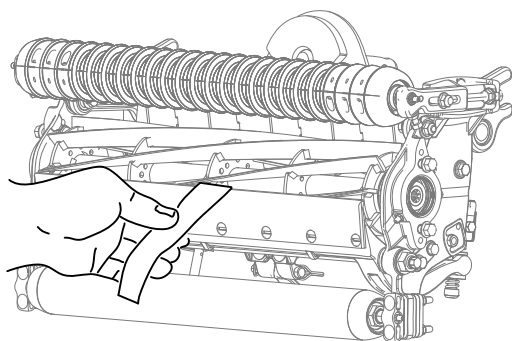

Figura 10
- Verificate le prestazioni di taglio inserendo una lunga striscia di carta di verifica del taglio (n. cat. Toro 125-5610) tra il cilindro e la controlama, perpendicolarmente alla controlama (Figura 10). Ruotate **lentamente** il cilindro in avanti; questa operazione dovrebbe tagliare la carta.